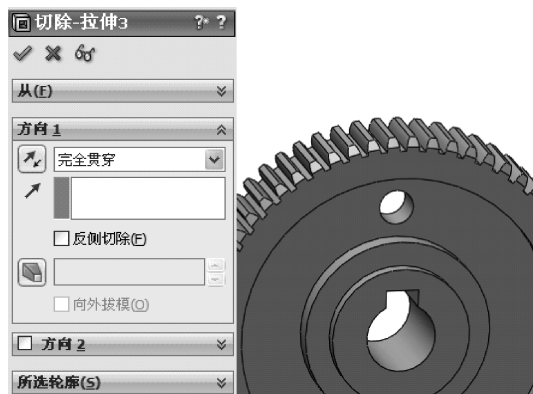

图 12-15 切除拉伸特征
2) 单击【特征】工具栏中的  (切除-拉伸) 按钮, 在【属性管理器】中弹出【切除-拉伸】属性设置。在【方向 1】选项组中, 设置【终止条件】为【完全贯穿】, 单击  (确定) 按钮, 生成拉伸切除特征, 如图 12-15 所示。